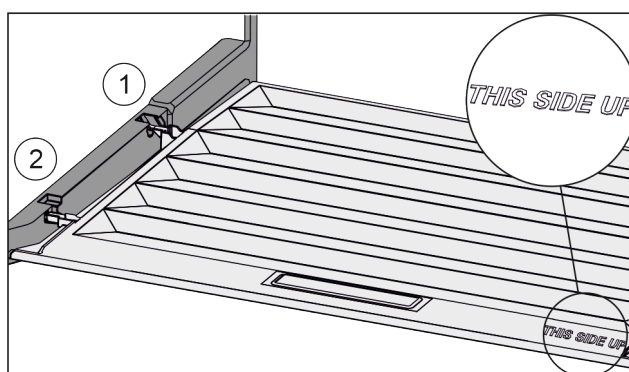

Fig. 108
- Robova predala vstavite nad odprtino zadnjega držala Fig. 108 (1), spredaj pa ju zataknete v držalo Fig. 108 (2).